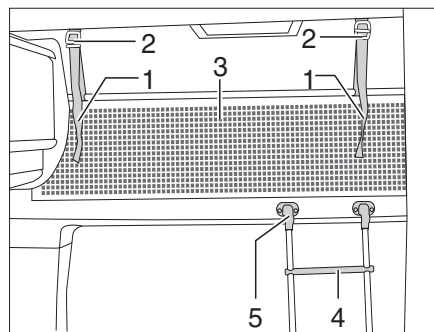

Fig. 149 Lit de capucine
Toujours monter sur le lit de capucine avec l'échelle de montée (Fig. 149,4) de série.
- Accrocher l'échelle par les longerons sur le bandeau du lit de capucine (Fig. 149,5) installé au bord du lit.
Le filet de sécurité (Fig. 149,3) de série est rangé entre le matelas et le sommier à lattes. Ne tendre le filet de sécurité qu'une fois que les personnes se trouvent dans la capucine.
- Faire s'enclencher les sangles de retenue (Fig. 149,1) dans les œillets du plafond (Fig. 149,2).